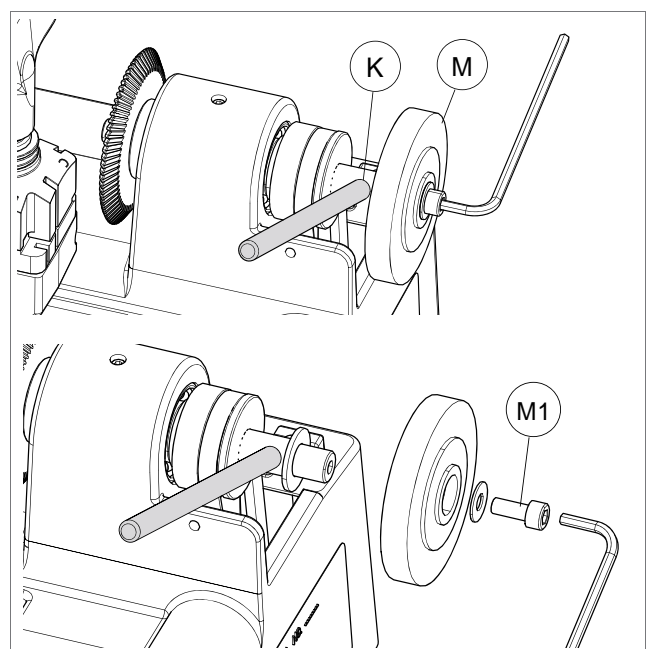

Fig. 29
- 2) Introduzca la barra de sujeción (en dotación), en el lugar a propósito (K) del árbol fresa (Fig. 29).
- 3) Sirviéndose de una llave Allen afloje el tornillo (M1) que sujeta el cepillo (M) (Fig. 29).
- 6) Monte el cárter (L) fijándolo con los 3 tornillos (L1).